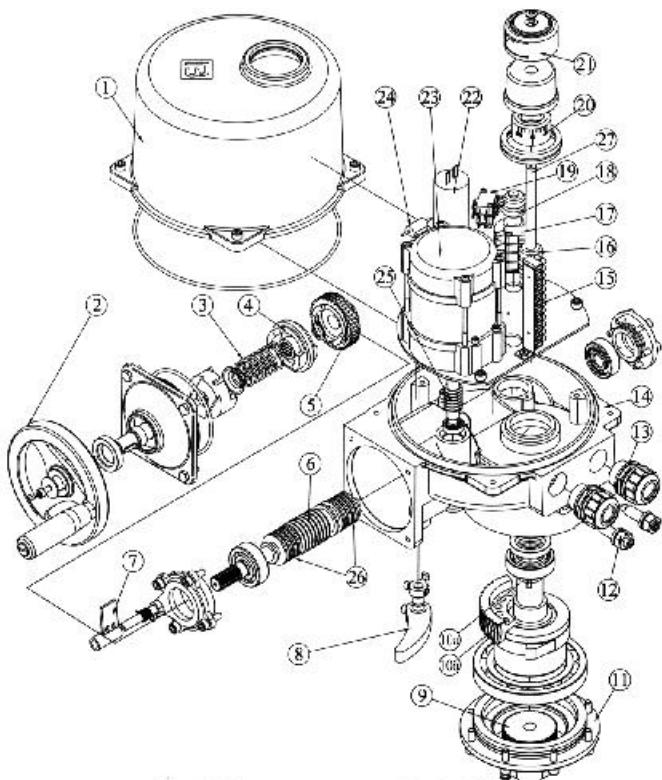

Рис.1 Электропривод Г3-О(М)
Для перемещения рычага переключения режимов (8) (рис. 1) не следует прилагать чрезмерно больших усилий.